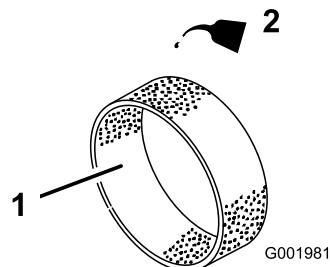

Figura 40
4. Coloque 30 a 59 ml de óleo no elemento (Figura 40).